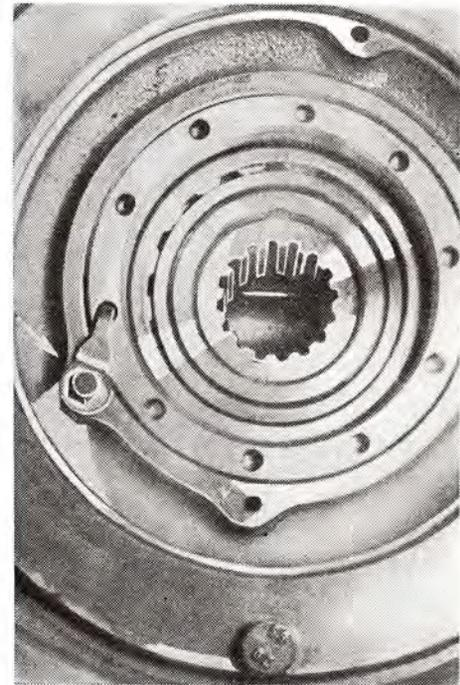

Abb. 73
5. Die Einstellmutter (Abb. 73) ist zu entsichern und mit Hilfe eines Spezialschlüssels auszuschrauben.
4. Der richtige Eingriff mit ganzer Zahnbreite wird durch Einlegen oder Herausnehmen von Distanzunterlagscheiben zwischen der Buchsenstirnfläche und dem Hauptgetriebekasten und mit Hilfe von Einstellmuttern (Abb. 73) in den Flanschen eingestellt. (Vorgeschriebenes Spiel in den Flanschlagern beträgt 0,025—0,06). Bei Austausch einer Distanzunterlagscheibe muss aus dem Ka-